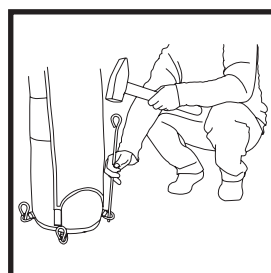

Abb. 5
8. Verankern Sie jedes Zeltbein am Boden, indem Sie Heringe in die Ösen stecken am unteren Ende des Zeltbeins (Abb. 5).